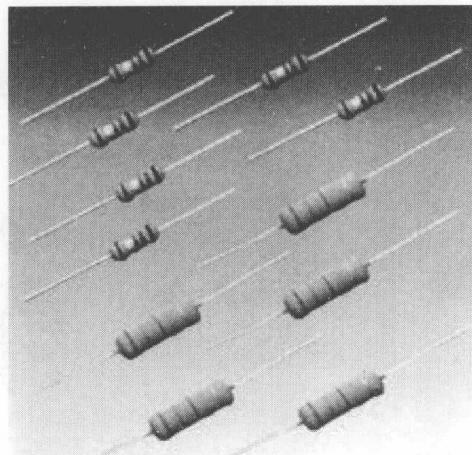

图 1.4 金属氧化膜电阻器
③ 金属氧化膜电阻器是在绝缘棒上沉积一层金属氧化物。由于其本身就是氧化物，所以高温下稳定，耐热冲击，负载能力强，在电源电路、较大功率应用电路中多有采用。如图1.4所示。